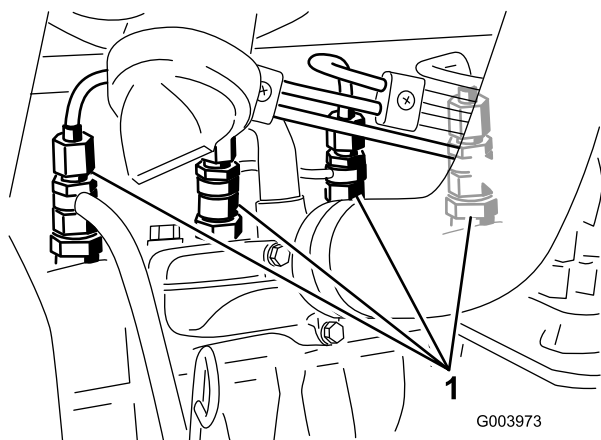

Figure 56
1. Desserrez le raccord entre l'injecteur n° 1 et le porte-injecteurs (Figure 56).